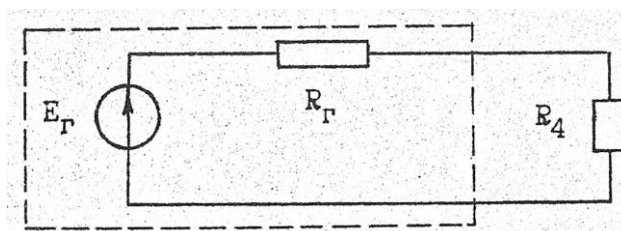

Рис. 2
3. Экспериментально определите параметры E_{Γ} и R_{Γ} , входящие в эквивалентную схему (рис. 2) исследуемой цепи. Результаты измерения занесите в таблицу 4 и сопоставьте с расчетными значениями.